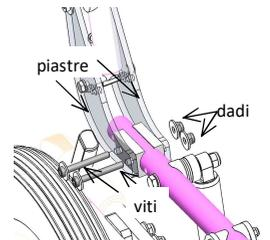

fig. 11.1: Reg. profund. parte posteriore
• **Regolazione profondità parte posteriore** (fig. 11.1):